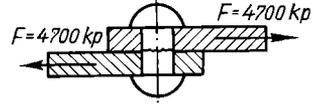

Bild 3
5. Wie groß muß der Durchmesser d des skizzierten Nietes nach Bild 3 bemessen werden, wenn die aufzunehmende Schubkraft 4700 kp ist und die Schubspannung 900 kp/cm^2 nicht überschreiten soll?